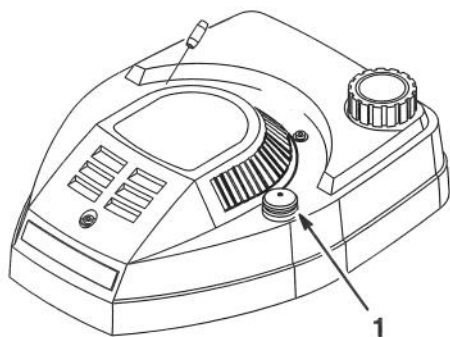

Figure 12
2. Appuyer trois (3) fois sur l'amorceur (Fig. 12). Attendre environ deux (2) secondes entre chaque actionnement.